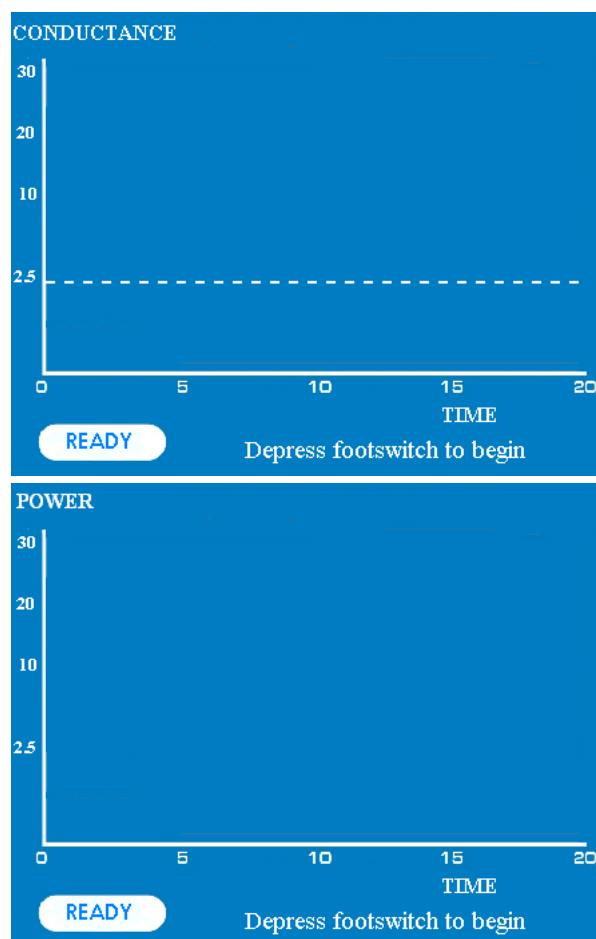

Figura 9: Reprezentarea grafică a conductanței țesutului (pensele Synergy) și reprezentarea grafică a puterii (stilourile Isolator) indicând modul READY
11. Rotiți comutatorul de selectare ASB pentru a selecta piesa de mână dorită. Un LED verde deasupra prizei piesei de mână indică piesa de mână sau modul acesteia selectat pentru activare. Generatorul va trece în modul READY (a se vedea **Figura 9**). Ecranul de afișare și indicatorul READY aprins în verde indică faptul că dispozitivul se află în modul READY.